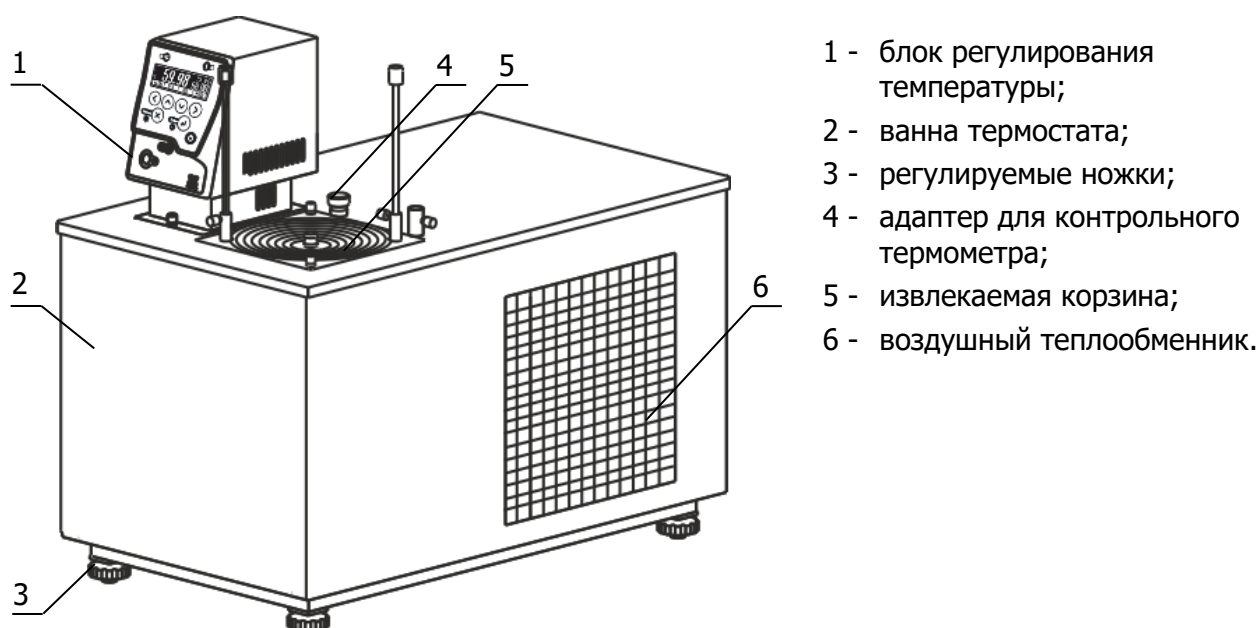

Рисунок 1 — Внешний вид термостата
2.2.2 Установить ванну термостата на горизонтальную поверхность. Добиться горизонтального положения крышки ванны вращением ножек 3 (рисунок 1).
- при помощи пылесоса тщательно очистить от пыли черную оребренную поверхность теплообменника 6 (рисунок 1);